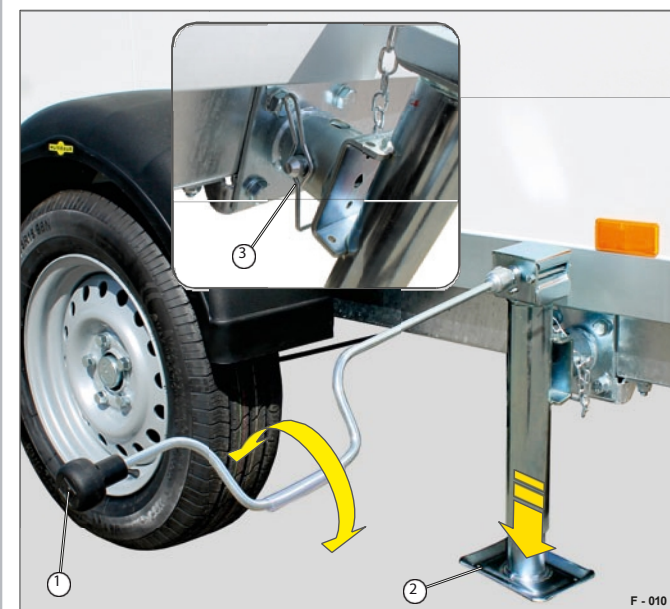

Fig. 9 Manövrering av teleskopiskt vevstöd
- Säkra hylsstiftet med fästet så att det inte faller ut - vrid fästet (Fig. 9/3) runt.
- Ta bort vevhandtaget (Fig. 9/1) från hållaren på bakkörrens innerdörr.
- Vrid veven så att avställningsfoten (Fig. 9/2) skjuts ut.